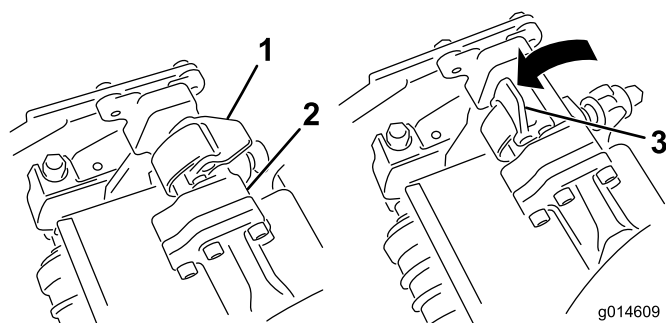
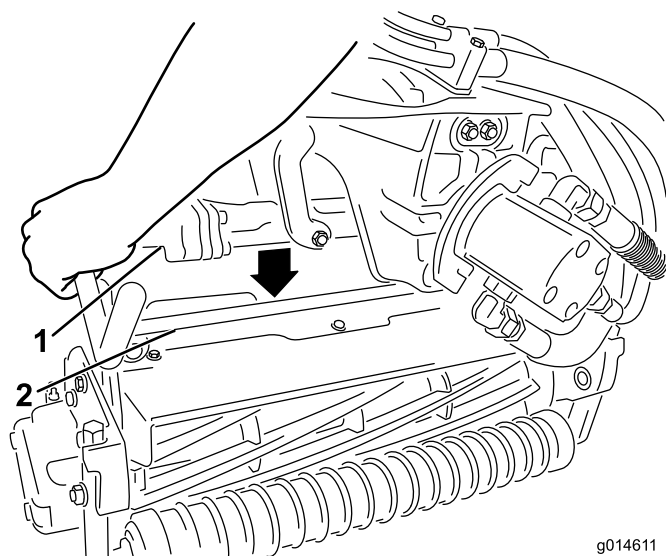

Figura 12
Figura 13
5. Com os fechos na barra do braço de suspensão a apontar para cima (i.e., abertos) (Figura 12), empurre o braço de suspensão para baixo de forma a que a barra passe pela barra através da parte superior da unidade de corte (Figura 13).
6. Feche os fechos para baixo e em redor da barra da unidade de corte e bloqueie-os no sítio (Figura 12).